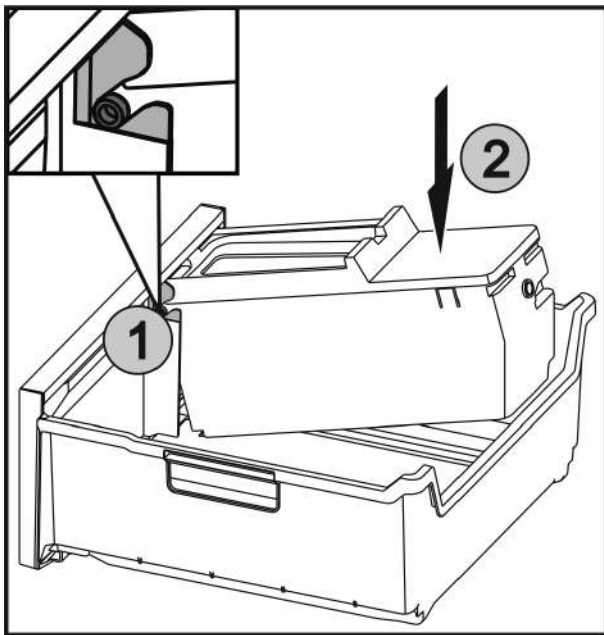

Fig. 40
- ▶ Вставити осі Fig. 40 (1) на EasyTwist-Ice у напрямні та натискати на задню сторону Fig. 40 (2) до фіксації накладки.